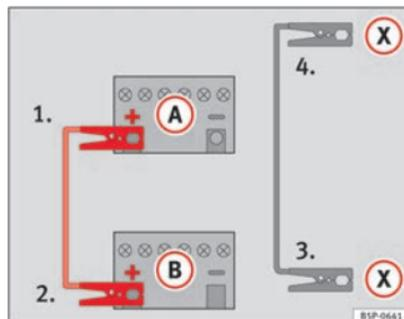

Fig. 189 Esquema de ligação para veículos com sistema Start-Stop.
- **Em veículos com sistema Start-Stop:** Ligue uma extremidade do cabo *preto* de emergência (X) a um terminal de massa adequado, a uma peça de metal maciça que esteja aparafusada ao bloco do motor, ou ao próprio bloco do motor ⇒ Fig. 189.
5. Ligue a outra extremidade do cabo *preto* de emergência (X), no veículo com a bateria descarregada, a uma peça de metal maciça que esteja aparafusada ao bloco do motor ou ao próprio bloco do motor, mas o mais afastado possível da bateria (A).